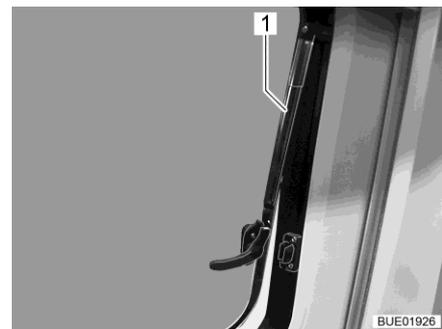

Fig. 13 Fenêtre projetante avec bras automatiques, ouverte
- Ouvrir la fenêtre projetante jusqu'à la position d'ouverture désirée. Faire s'enclencher la fenêtre projetante avec bras automatique (Fig. 13,1).